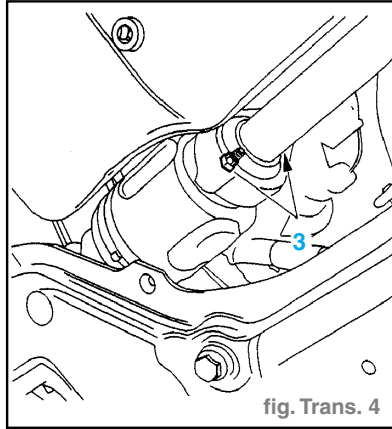

fig. Trans. 4
- Palier intermédiaire : desserrer les deux écrous (3). (fig. Trans. 4)
- la transmission dans le palier intermédiaire, (fig. Trans. 4)
- Palier intermédiaire : poser les deux écrous (3). (fig. Trans. 4)